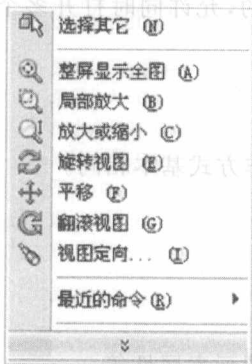

图 1-8 绘图区【视图】快捷菜单
④ 当鼠标处于绘图区空白处,没有执行命令时,右击弹出如图 1-8 所示的快捷菜单,此时,通过该菜单可选择视图的显示方式。